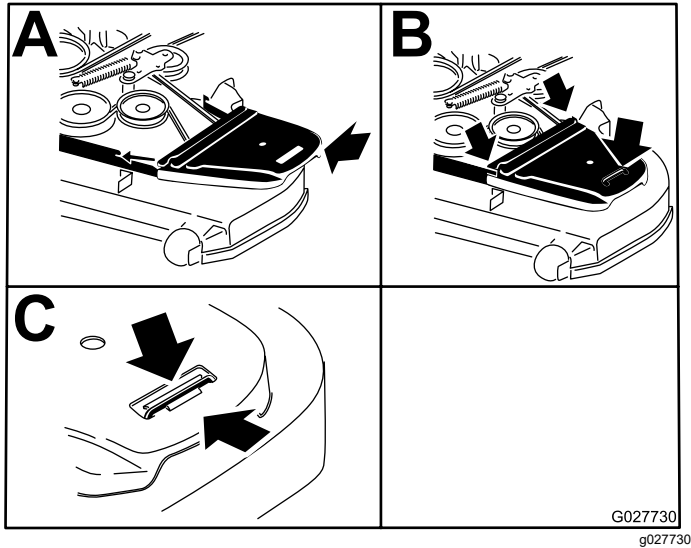

Figura 76
9. Instale las cubiertas de la correa (Figura 76).